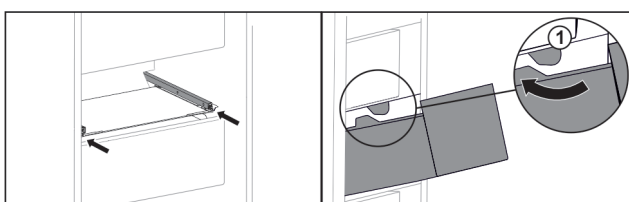

Fig. 47
- ▶ Schubfach um die Stopper Fig. 47 (1) herumführen.